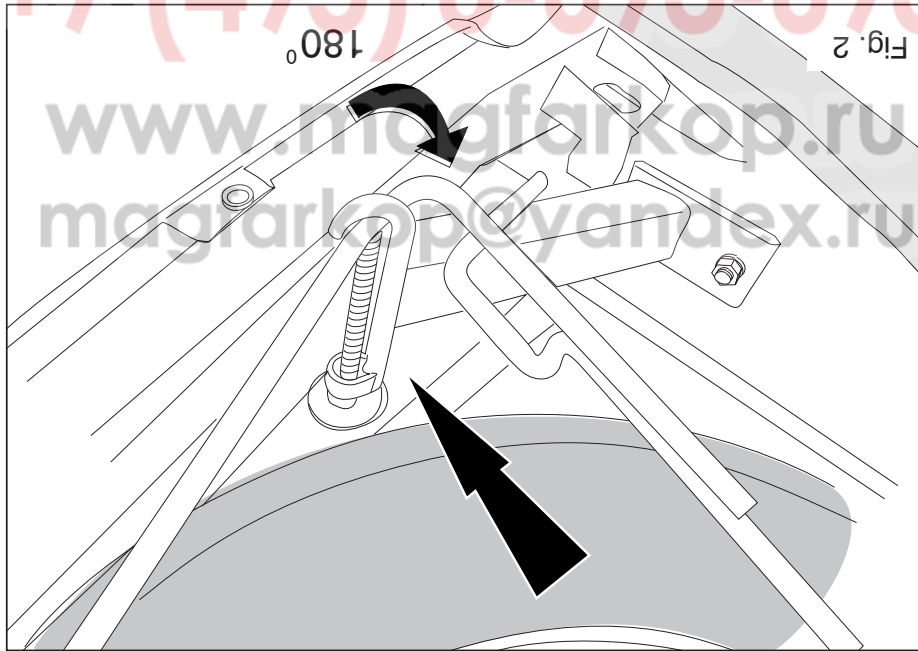

Fig. 2
4. The ball is fitted on the tow bar with two M12x70/26,2 bolts with a socket plate, flat washers and self-locking nuts. Tighten all of the bolts and nuts according to the torques listed in the table. Replace the spare wheel. (see fig. 2 where appropriate.)
- Die Kugel wird mit eine M12x65/21.2-Schraube und eine M12x70/26.2-Schraube inklusive Steckerplatte, Unterlegscheiben und selbstsichernder Muttern an die Kupplungskugel mit Halterung montiert. Alle Schrauben und Muttern gemäß den Angaben in der Tabelle festdrehen. Das Ersatzrad wieder befestigen. (siehe Fig. 2, Falls vorhanden)
4. La bola se monta en el gancho de remolque por medio de dos tornillos M12x70/26,2 inclusive placa enchufe, arandelas planas y tuercas de seguridad. Aprete todos los tornillos y tuercas de acuerdo con la tabla. Volver a poner en su sitio la sujeción de la rueda de repuesto, si procede. (véase la fig. 2, si procede).
4. La rotule est montée sur l'attache-remorque à l'aide de deux boulons M12x70/26,2, y compris la prise électrique, les rondelles de blocage et les écrous autobloquants. Serrer tous les boulons et écrous conformément au tableau. Remettre en place la roue de secours. (s'il est applicable voir la fig. 2).